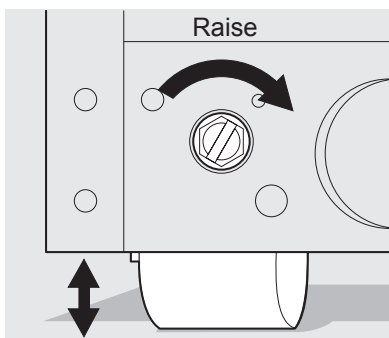

Figura 2
- 2 Use un destornillador plano o una llave de vaso de $3/8''$ para elevar o rebajar las ruedas frontales (figura 2).